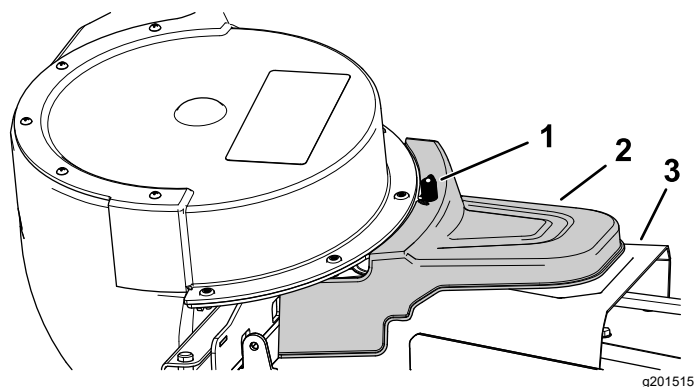

Figura 28
5. Instale la cubierta del ensacador motorizado sobre la cubierta de la correa y apriete el pomo para sujetarlo (Figura 28).